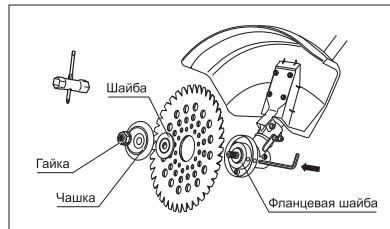

Рис. 7
- Совместите отверстие во фланцевой шайбе с отверстием в чашке редуктора (**рис. 7**). Вставьте металлический стопорный стержень в отверстие чашки редуктора и в отверстие фланцевой шайбы.
- Удерживая стопорный стержень одной рукой, надежно затяните гайку трубчатым ключом (входит в комплект поставки), поворачивая ее против часовой стрелки (**рис. 7**).